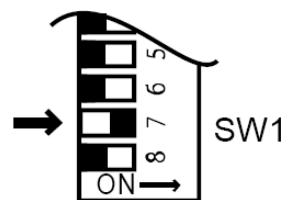

Fig. 3
9. Forzate l'Infinity a regime 'Minimo' di combustione spostando su 'ON' il microinterruttore N.7 (Fig.3) del banco di microinterruttori SW1.